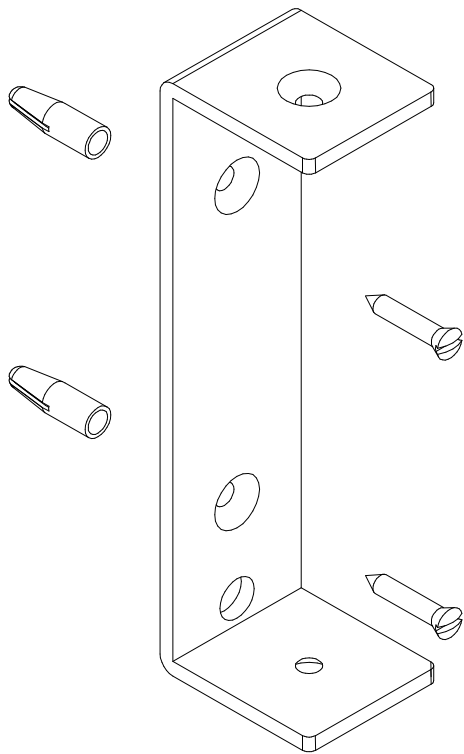

Fig. 1
- Fissare alla parete la staffa a C mediante viti a testa piana (Fig. 1).
- Den C-förmigen Bügel mit den Flachkopfschrauben an die Wand montieren (Abb. 1).
- Fijar al muro el estribo en C utilizando los tornillos de cabeza plana (Fig. 1).